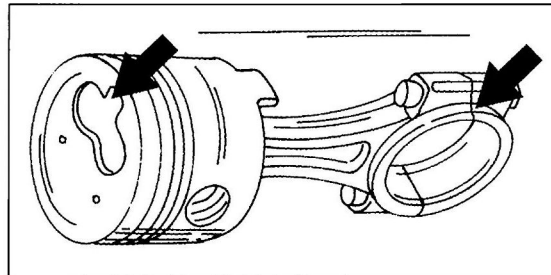

Bild 101
- Kolben und Pleuelstangen zum Zusammenbau auslegen, d. h. der Ausschnitt in der Verbrennungskammer und die Nase für die Pleuellagerschale müssen auf der gleichen Seite liegen, wie es Bild 100 zeigt, falls die Kolben dieses Aussehen haben. Unterschiedliche Einzelheiten sind zu beachten, wenn der Kolben eine runde Mulde im Kolbenboden hat. In diesem Fall muss man sich an Bild 101 halten. In diesem Fall muss man die Kennzeichnung (1) im Kolbenboden (Motortyp, Kolbendurchmesserangabe und Lieferant) wie gezeigt anordnen. Die Nummer der Pleuelstange (2) muss gegenüber der Nut (3) für die Öffnung zum Kühlen des Kolbens liegen.